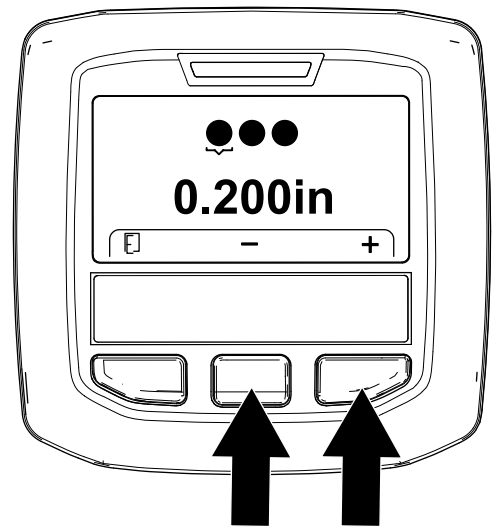

Figura 59
5. Ajuste el diámetro de los taladros (Figura 59) del siguiente modo: